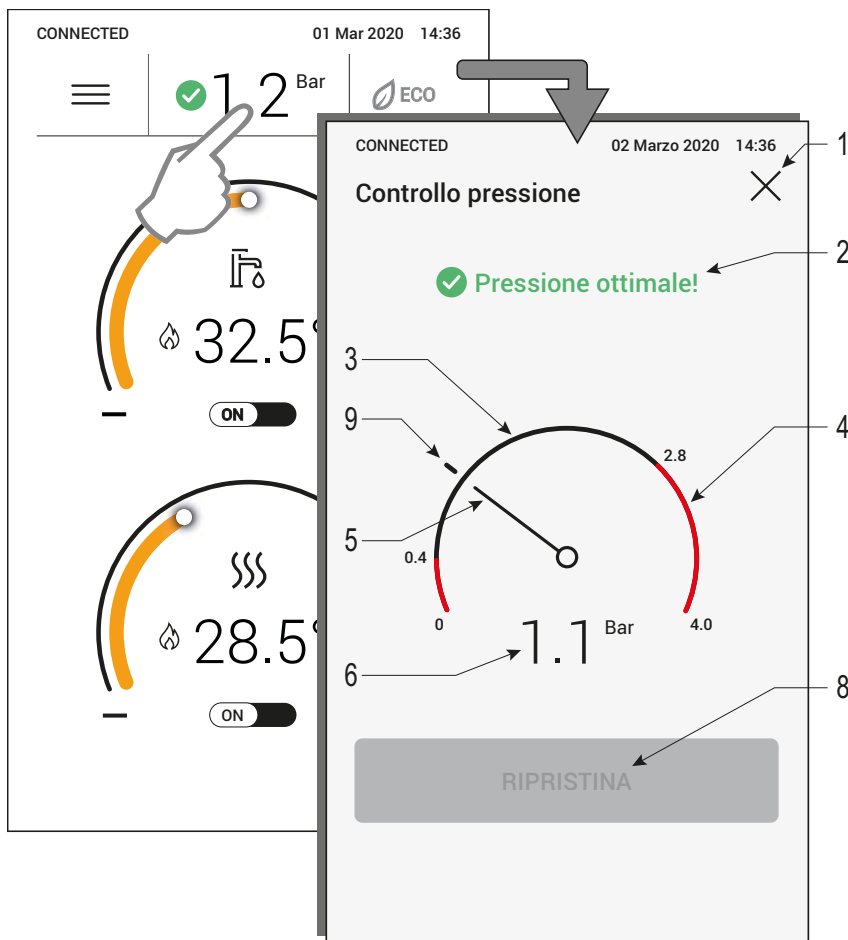

fig. 8- Controlul presiunii
**Legendă fig. 8**
În caz de presiune scăzută a apei (indicată de simbolul ) , accesați ecranul de control al presiunii (fig. 8) și apăsați tasta „RESETARE”.